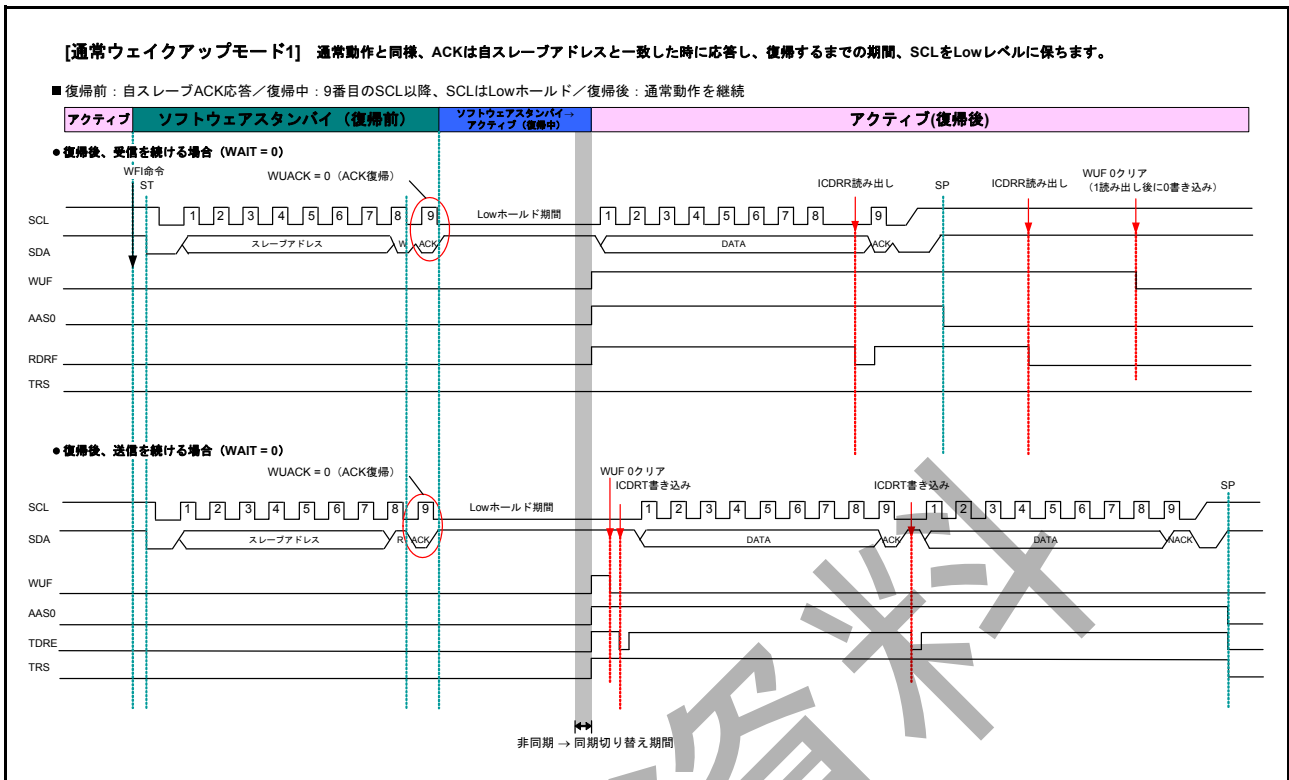

図 26.32 ノーマルウェイクアップモード1のタイミング
1. スレーブアドレスの一致によってトリガされたウェイクアップ割り込みにより、以下のような通常動作への遷移が行われます。図 26.32 に詳細なタイミングを示します。